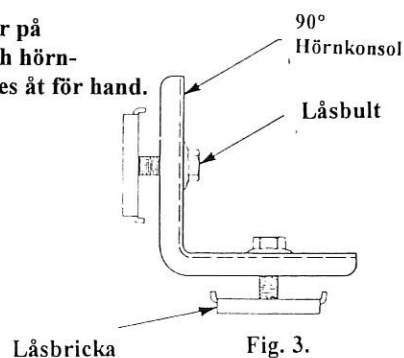

Fig. 3.
2. Tag fram delarna till erforderligt antal hörn konsoler. (Se fig. 3)